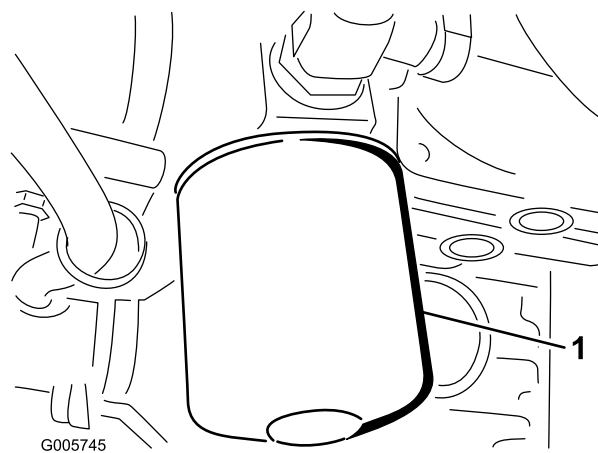

Figura 76
1. Limpie la zona de montaje del filtro de aceite hidráulico. Retire el filtro de la base (Figura 76) y limpie la superficie de montaje del filtro.